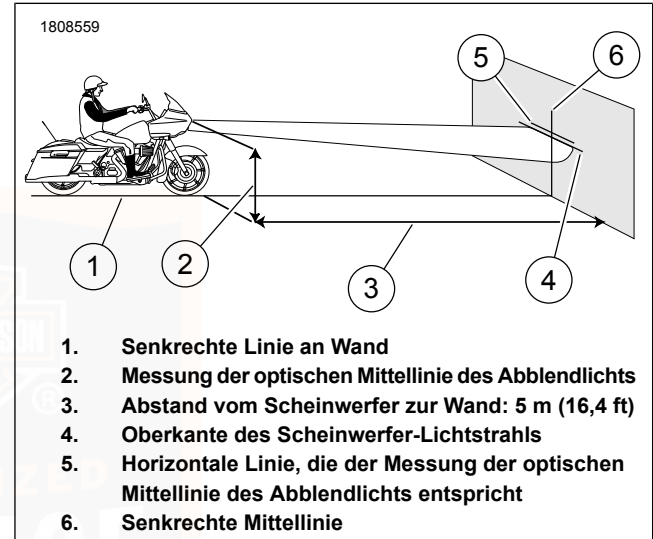

Abbildung 113. Scheinwerferausrichtung
4. Siehe Abbildung 113. Das Motorrad auf einer Linie (1) im rechten Winkel zur Wand parken.
5. Das Motorrad so aufstellen, dass die Vorderseite des Scheinwerfers einen Abstand von 5 m (16,4 ft) zur Wand (3) hat.
6. Eine vertikale Mittellinie (6) an der Wand anzeichnen, die auf die senkrechte Linie (1) ausgerichtet ist.
7. Bei beladenem Motorrad das Vorderrad gerade zur Wand ausrichten. Den Abstand vom Boden bis zur Scheinwerferblende messen und Abstand: 25 mm (1 in) von diesem Wert abziehen, um die optische Mittellinie des Abblendlichts zu ermitteln (2).
8. Eine horizontale Linie (5) durch die vertikale Linie an der Wand im gleichen Abstand (2) vom Boden wie die Mittellinie des Abblendlichts zeichnen. Eine weitere horizontale Linie (4) Abstand: 25 mm (1 in) unterhalb der horizontalen Linie (5) zeichnen.